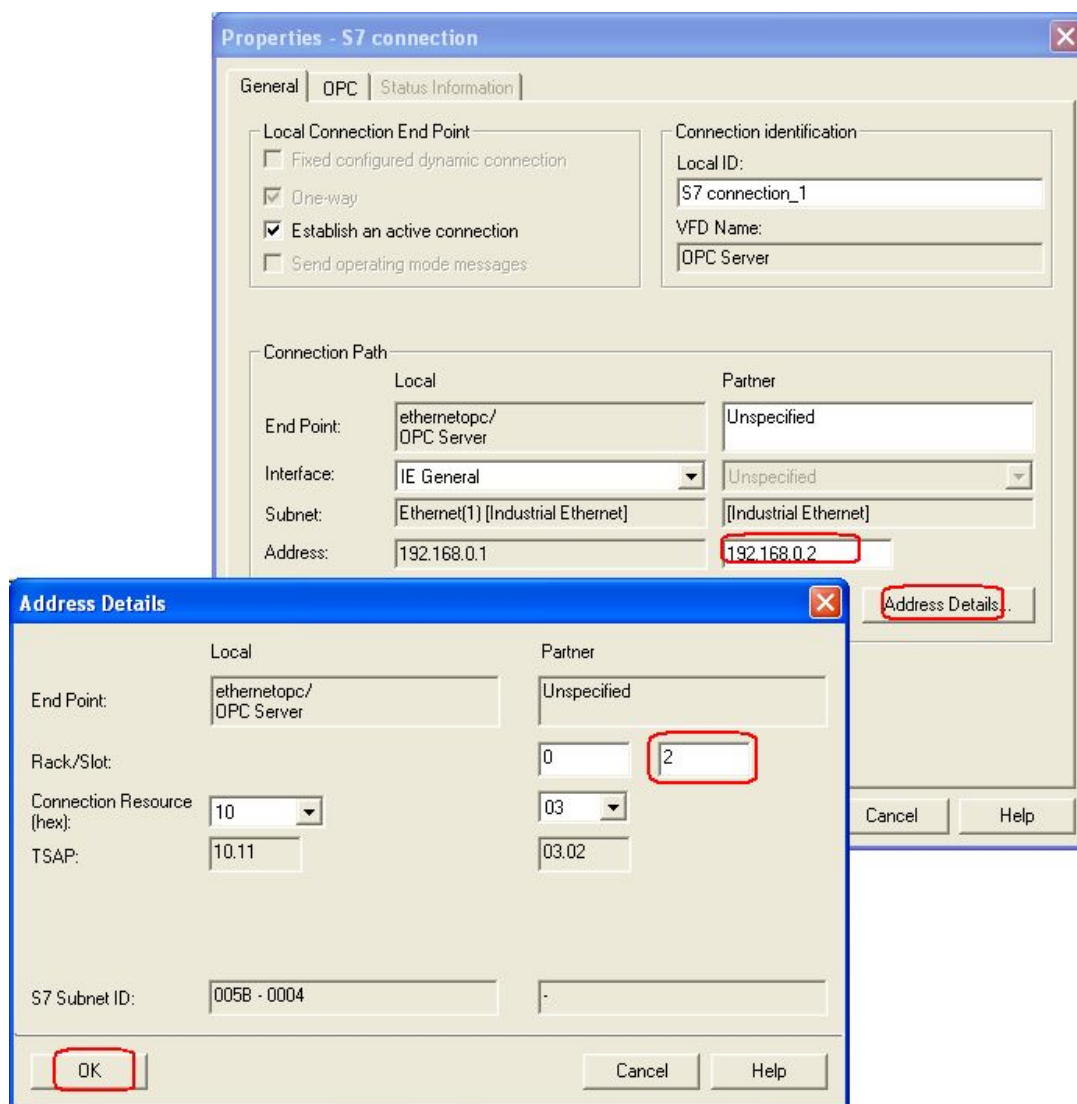

图 19: S7 连接属性与连接地址
- 8) 在 S7 连接属性对话框中，将所要连接 PLC 以太网通讯处理器 (CP343-1 or CP443-1) IP 地址填入到图 19 标注的 Partner、Address 对应空白框中。然后选择“Address Details”按钮，对地址进行进一步设置。所要设置的参数是机架和插槽号 (Rock/Slot)。如果连接对象是 S7 300 PLC，则机架和插槽号分别为 0，2。如是 S7 400 CPU，要根据实际机架和插槽号来设置。设置完成后点击 OK 确认。